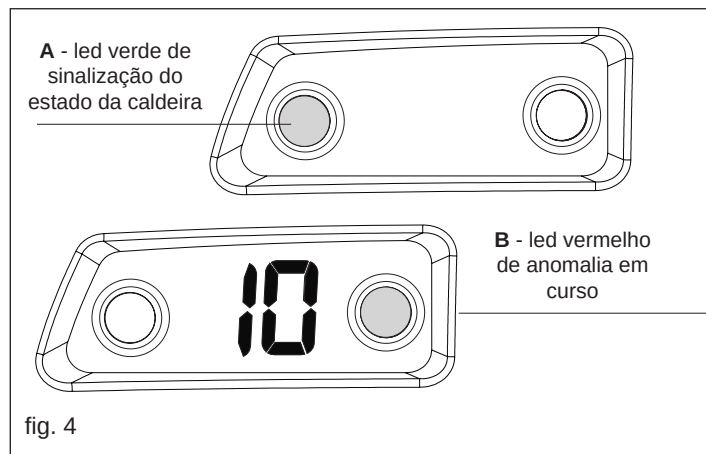

fig. 4
- Se houver pedido de calor, a caldeira se ativa e se acende a chama e a sinalização luminosa se apresenta de cor verde fixa (A - fig. 4).
Se ocorrerem anomalias de acendimento ou de funcionamento, a caldeira realizará uma "paragem de segurança"; no painel de comando se apagará o led verde, o ecrã exibirá um código de anomalia lampejante e, em caso de bloqueio, se acenderá também o led vermelho (B - fig. 4).